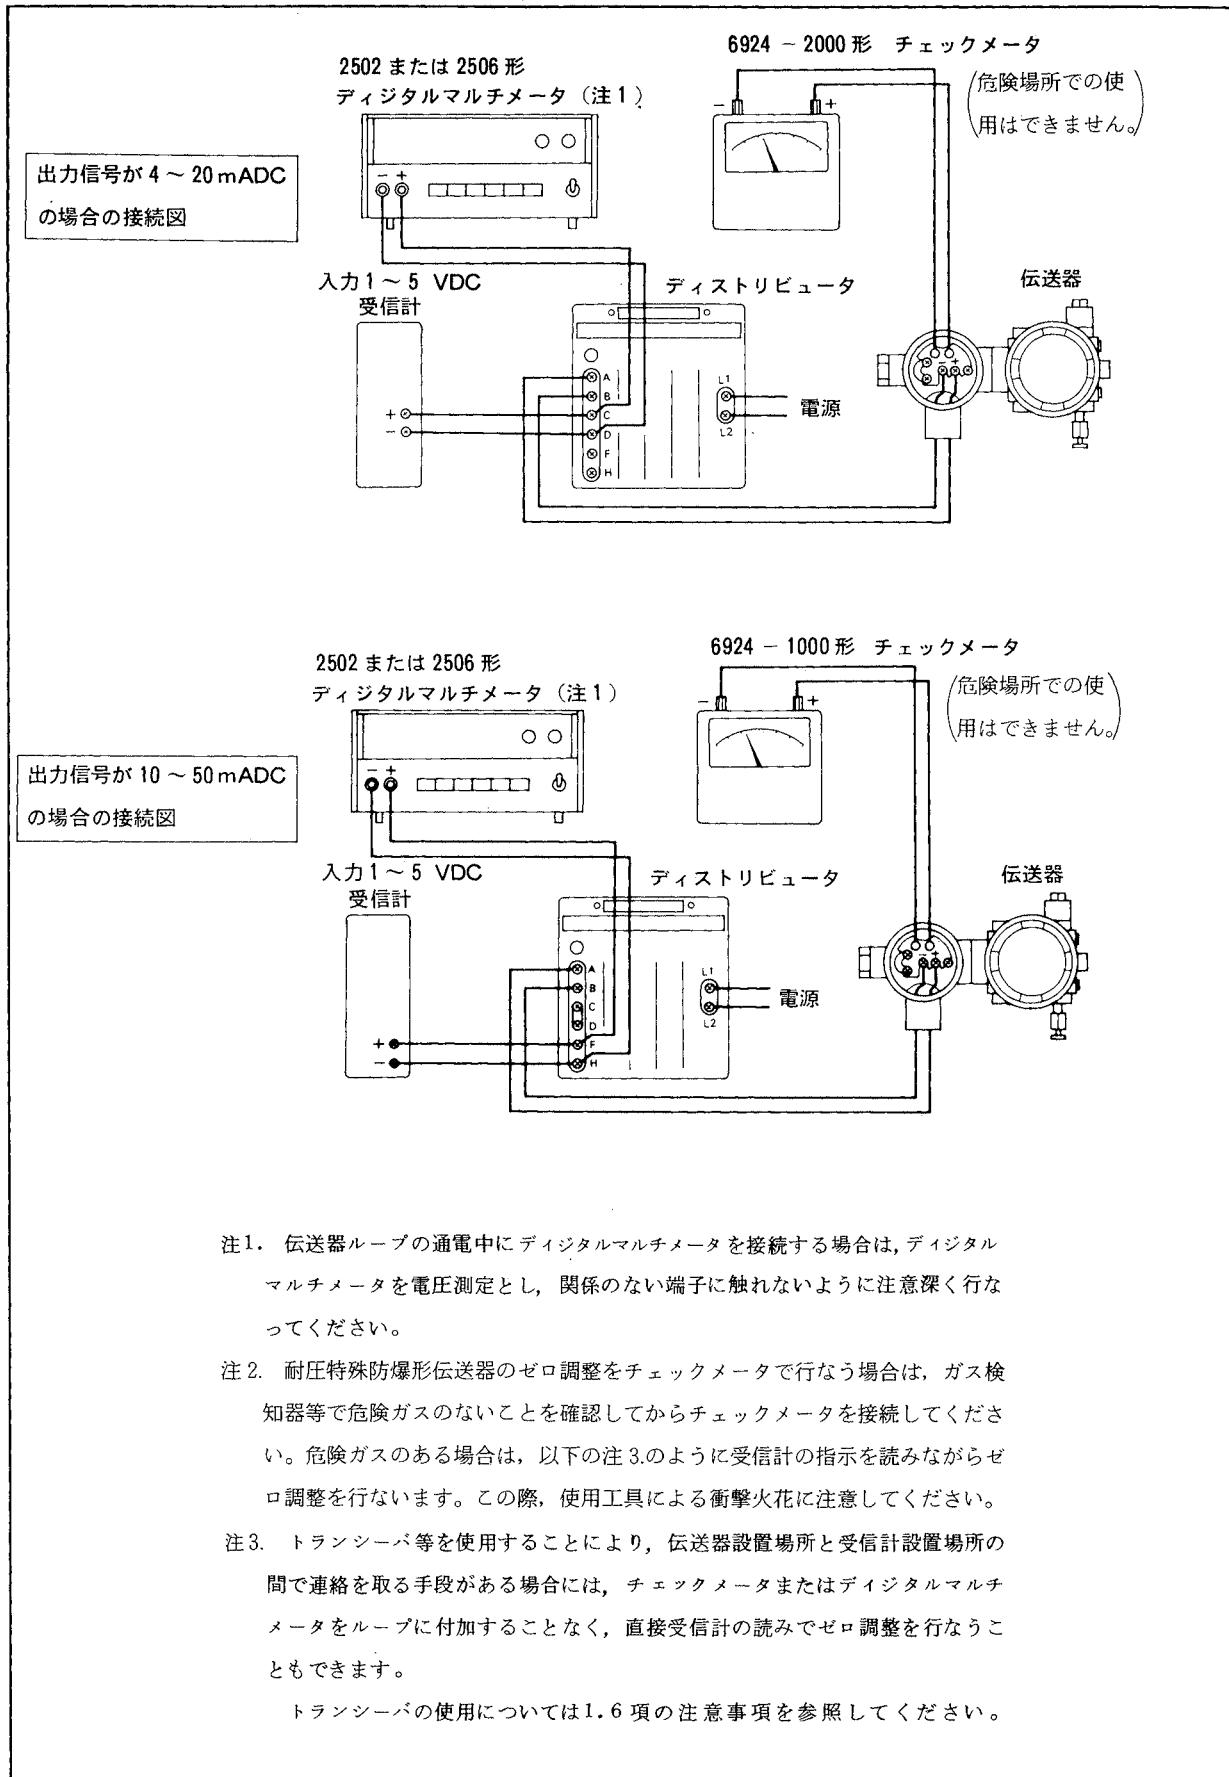

図 5.3 ゼロ調整接続図
- (1) 図5.3のように接続します。
- (2) 各機器の電源を投入し、5分以上ウォームアップします。
- (3) ゼロ基準の圧力レンジの場合には、プロセス圧力を大気開放にしてゼロにします。出力が0%になるようにゼロ調整ねじをまわします。
- (4) ゼロ遷移レンジなどの場合には、5.3.1項で求めた基準圧力に対する出力になるようにゼロ調整ねじをまわします。このとき圧力を読むために必要に応じてテストゲージを取付けます。